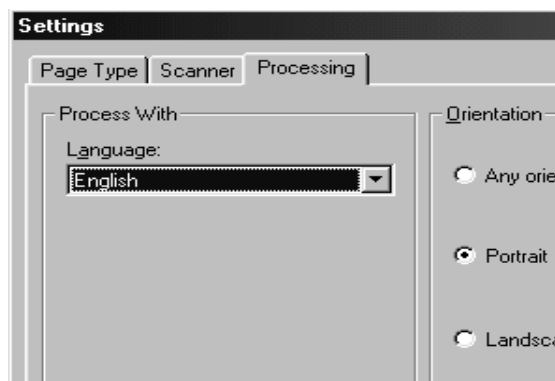

Figura 26: Selezione della lingua
9. Selezionare la lingua nella casella "Process With" facendo clic sulla freccia e scegliere la lingua (vedere la figura 26).